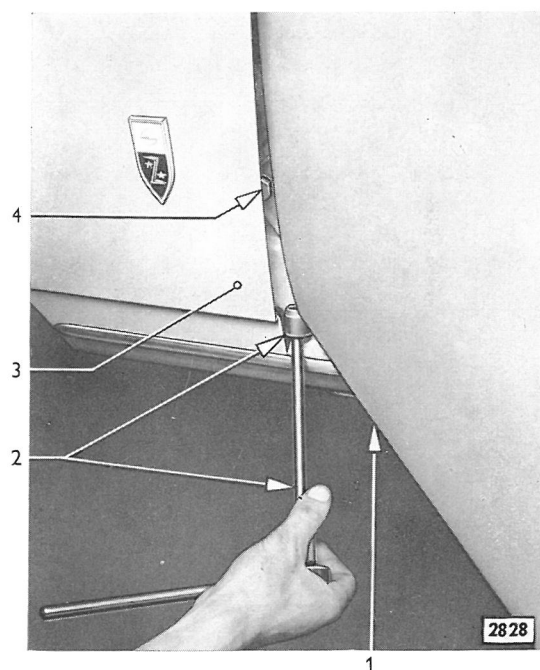
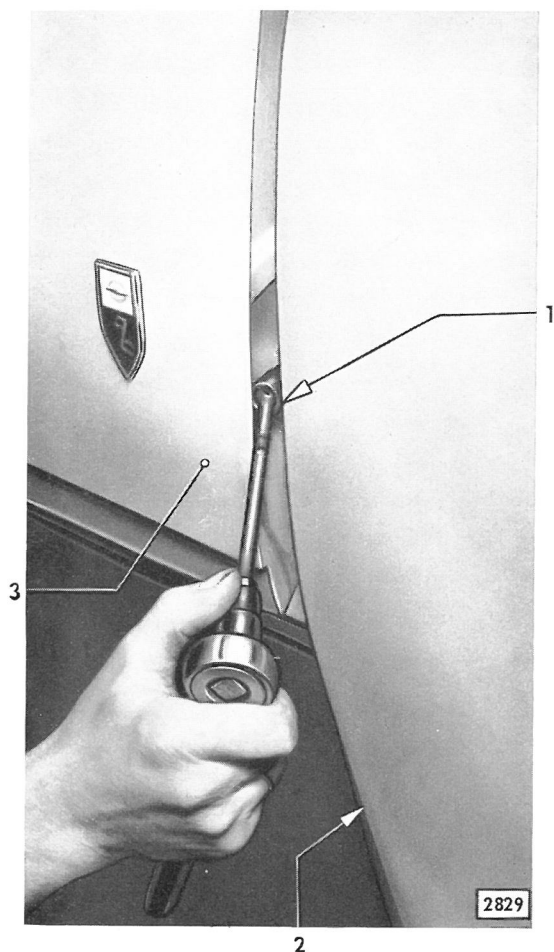
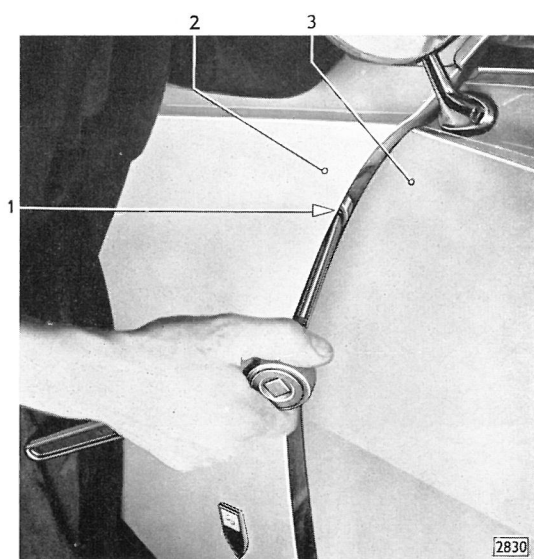

Bild 146 - Gelenksteckschlüssel zwischen Vorderkotflügel und Tür von unten einführen
Bild 147 - Gelenksteckschlüssel am unteren Türscharnier auf vordere Schraube aufgesteckt
Bild 148 - Gelenksteckschlüssel im oberen Türscharnier auf vordere Schraube aufgesteckt
b) Gelenksteckschlüssel bei geöffneter Tür von unten zwischen Vorderkotflügel und Tür einführen (Bild 146), weiter nach oben führen (Vorsicht, Lackierung und Karosserieblech nicht beschädigen!) und je nach Bedarf am unteren (Bild 147) oder oberen (Bild 148) Scharnier jeweils auf die vordere Schraube fest aufstecken.